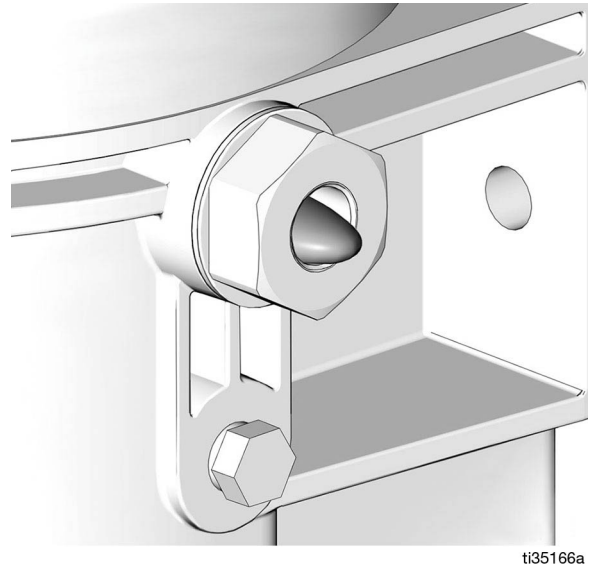

图 24
- 只运行泵，直至空气不再与来自元件管件的润滑剂一起分配（图 24）。